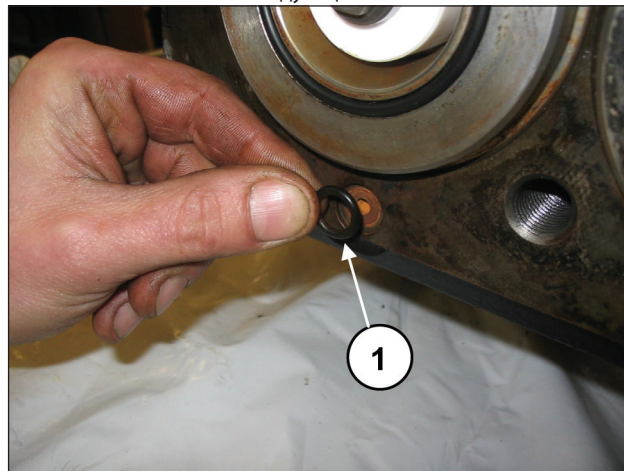

Рис. 188
Установите уплотнительное кольцо отверстия рециркуляции (поз. ①, Рис. 188).